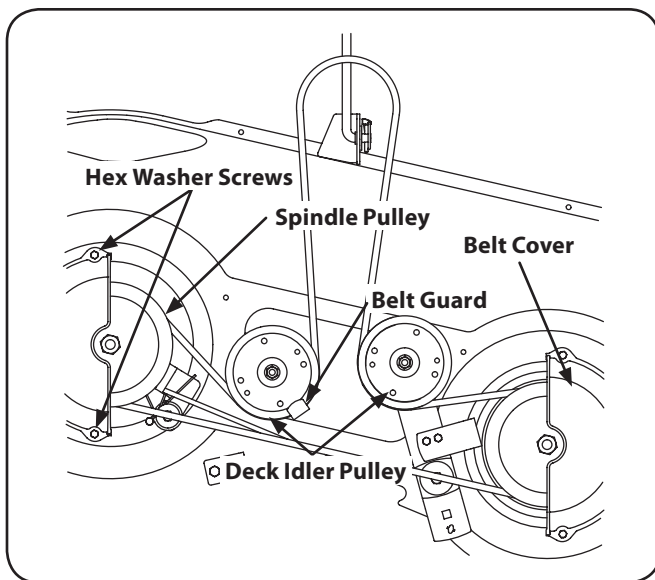

Figura 7-7
2. Retire la cinta cubre quitando los tornillos hexagonales que sujetan lavadora a la cubierta. Véase la Figura 7-7.
4. Retire con cuidado la cinta de cubierta de alrededor de las dos poleas del husillo y las dos poleas polea tensora de la cubierta. Véase la Figura 7-7.
5. Para colocar la correa nueva, empieza haciendo que el cinturón alrededor de las dos poleas exterior del huso, como se muestra en la Figura 7-7.
6. Luego, la cinta de ruta alrededor de las dos poleas de la cubierta como se muestra en la Figura 7-7.